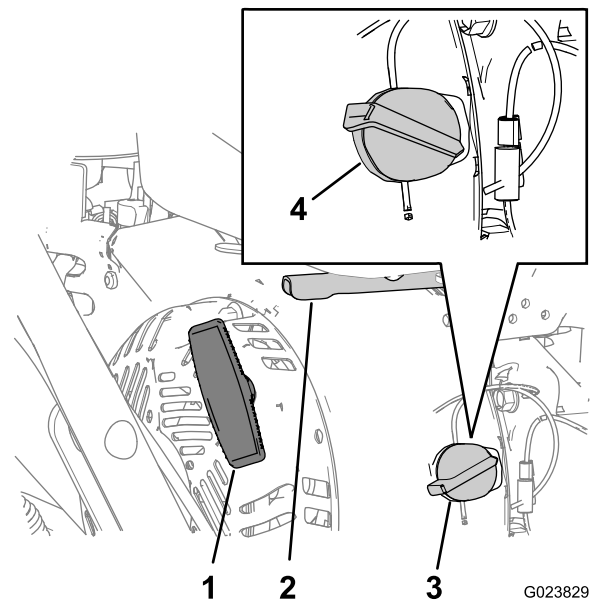

**Bild 9**
Schieben Sie den Kraftstoffhahn unter dem Choke nach rechts, um ihn zu öffnen (Bild 9).
- Stellen Sie den Chokehebel hinten links am Motor nach links in die EIN-Stellung. Lassen Sie den Choke in der AUS-Stellung, wenn der Motor warm ist (Bild 9).
5. Lassen Sie den Motor mehrere Minuten warm laufen, stellen Sie den Choke dann in die AUS-Stellung (Bild 9).
5. Mit dem Kraftstoffhahn stellen Sie den Kraftstoff ab, wenn Sie die Maschine für einige Tage nicht verwenden, die Maschine in einem Gebäude lagern oder sie von einer Arbeitsstelle zu einer anderen transportieren (Bild 9).